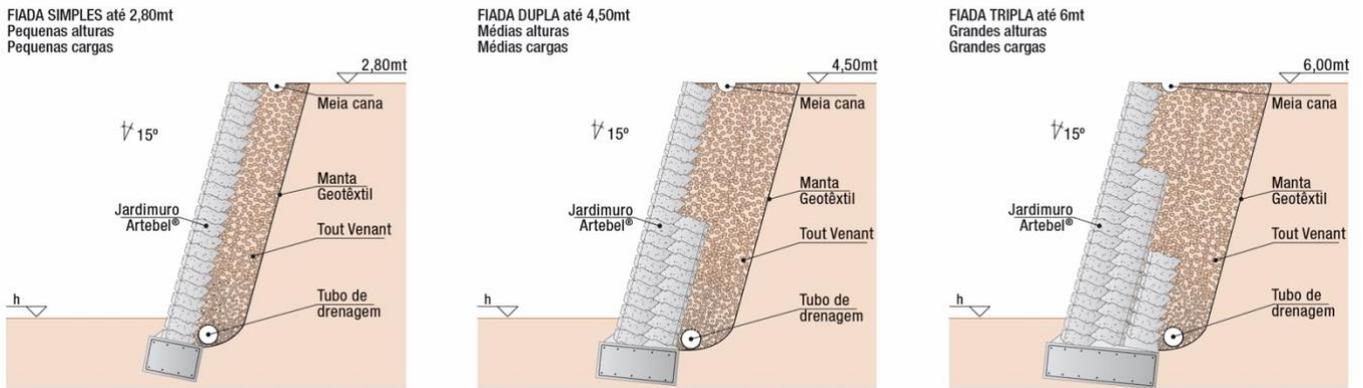

Fig. 1
- A execução da fundação poderá ser realizada em ToutVenant, betão ciclópico ou betão armado, dependendo da carga a suportar pelo Muro. (Ver Fig. 1)
2. Drenagem (Ver Fig. 1):